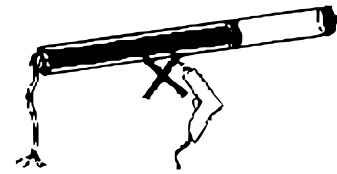

Fig. 8
- Se bisogna forare intorno al motore, assicurarsi che il trapano non danneggi l'alloggiamento. Si raccomanda pertanto di utilizzare una punta la cui lunghezza all'esterno del mandrino sia inferiore a 15 mm. Inoltre, al posto delle viti è consigliato usare rivetti a espansione. Se si utilizzano viti, assicurarsi che la distanza fra l'alloggiamento del motore e la vite sia di almeno 5 mm, altrimenti il motore potrebbe danneggiarsi (Fig. 8).